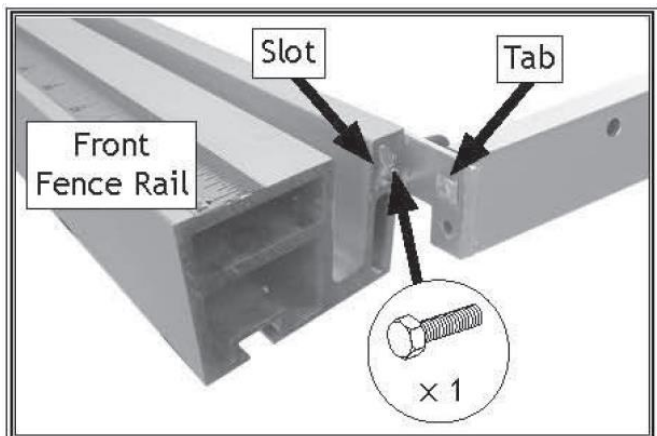

Рисунок 32. Крепление переднего конца направляющей параллельного упора.
29. Вставьте (1) болт с шестигранной головкой М8-1.25 x 16 в передний конец скобы параллельного упора, затем вставьте шестигранную головку и язычок скобы в прорезь в передней направляющей упора (см. рисунок 32). Затяните винт и шестигранную гайку на заднем конце рельсовой скобы ограждения.